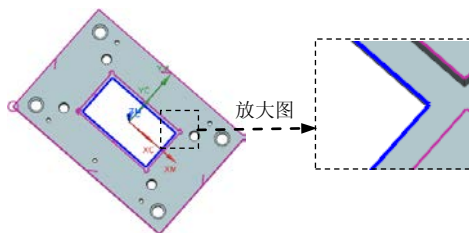

图 11.48 定义参照边线
Step4. 在绘图区域选取图 11.48 所示的边线，然后单击 **创建下一个边界** 按钮。